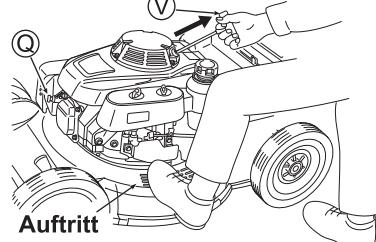

Abb. 12
- Installieren Sie die Zündkerzenkappe (Q). (Siehe Abb. 12)